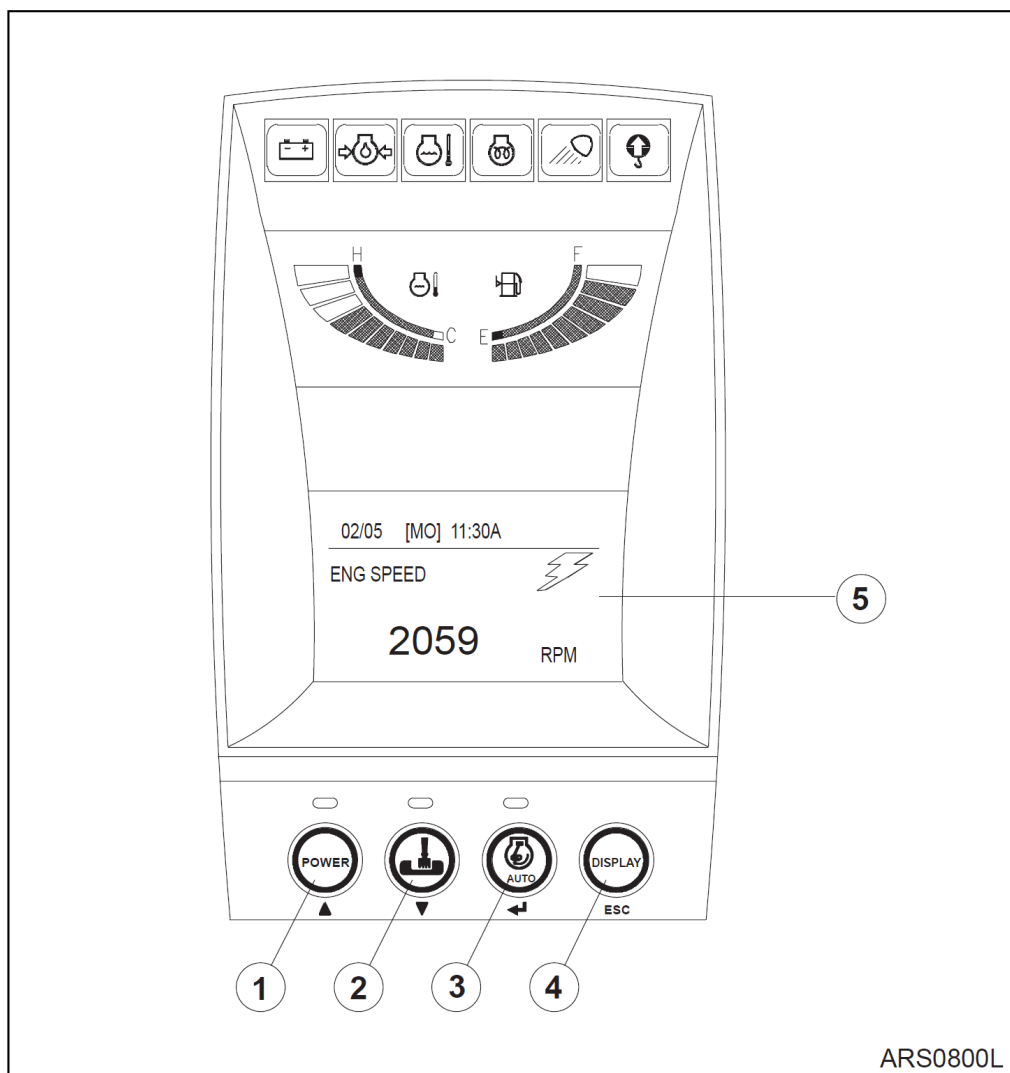

Рис. 12
1. Кнопка со стрелкой вверх (▲, 1 на рис. 12): Перемещает курсор вверх, налево и к предыдущему состоянию экрана.
2. Кнопка со стрелкой вниз (▼, 2 на рис. 12): Перемещает курсор вниз, направо и к последующему состоянию экрана.
3. Кнопка "Enter" (Ввод) (↵, 3 на рис. 12): Переводит меню в выбор режима. После выбора меню эта кнопка используется как кнопка выбора.
4. Кнопка **Escape** (ESC, 4 на рис. 12): Переводит экран к предыдущему меню или в главное меню.